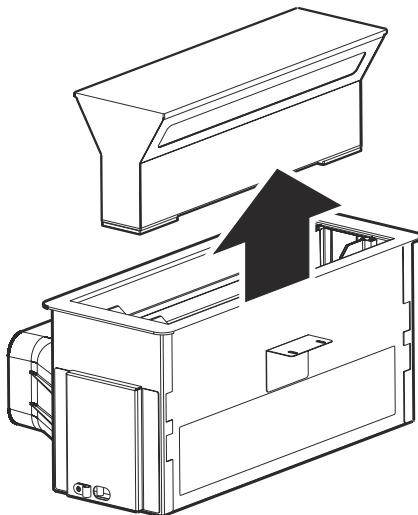

Fig. 7
- 2.** ▶ ■ Tryck ner den vita etiketten mitt på glasets, varefter glasets och belysningen skjuts upp. Ta nu bort hela delen (Fig. 7).